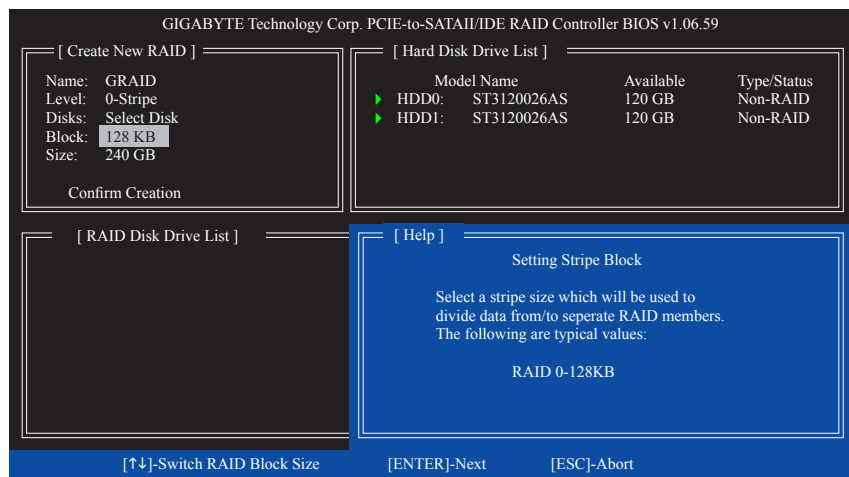

図 6
4. **ブロックサイズの設定 (RAID 0 のみ):** Block 項目の下で、上または下矢印キーを使用してストライプブロックサイズを 4 KB ~ 128 KB の範囲で選択します (図 6) 。<Enter> を押します。